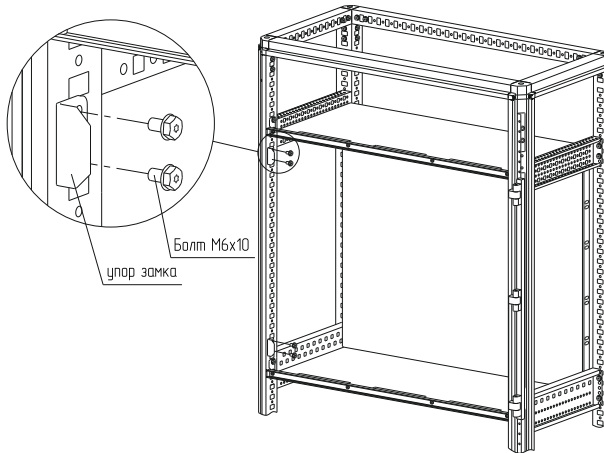

Рисунок 56
4.28.6 Установите упоры замка в соответствующие места болтами М6х 10 (рисунок 56), момент затяжки – 7 Н·м.